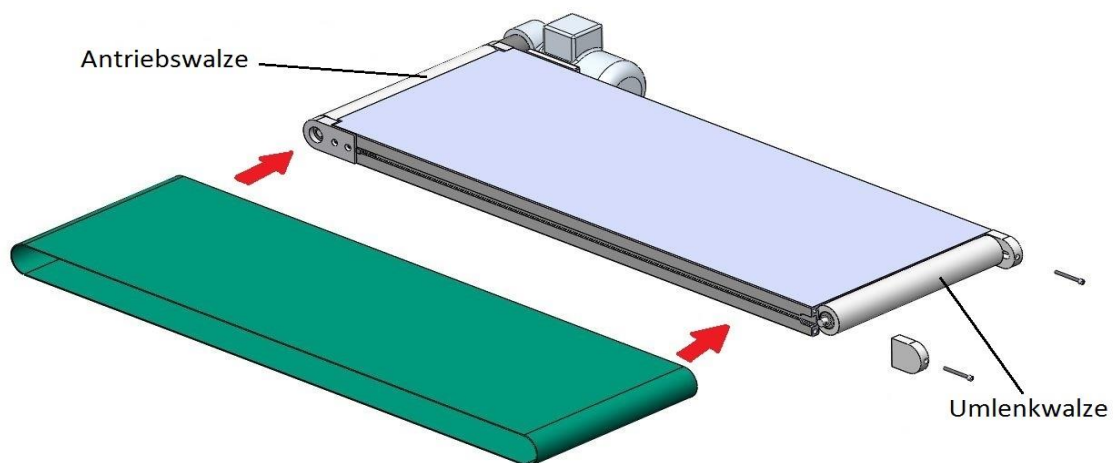

Bild 5
4. Der neue Gurt wird beim Aufziehen auf das Förderband gleichzeitig über Antriebswalze und gelöste Umlenkwalze gestülpt (Bild 5).